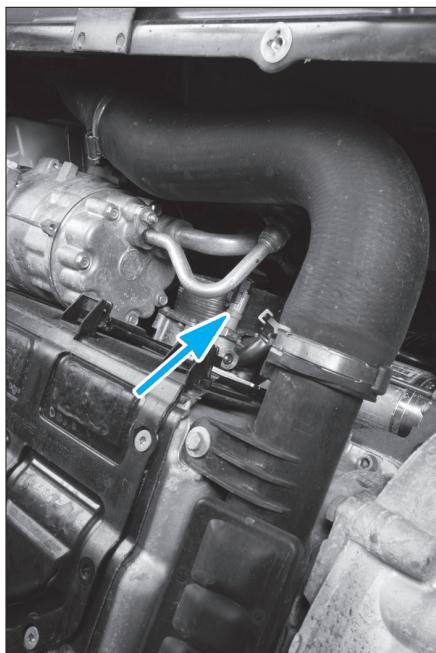

Fig. 18
- Débrancher puis déposer le manocompteur de pression d'huile (Fig.18).